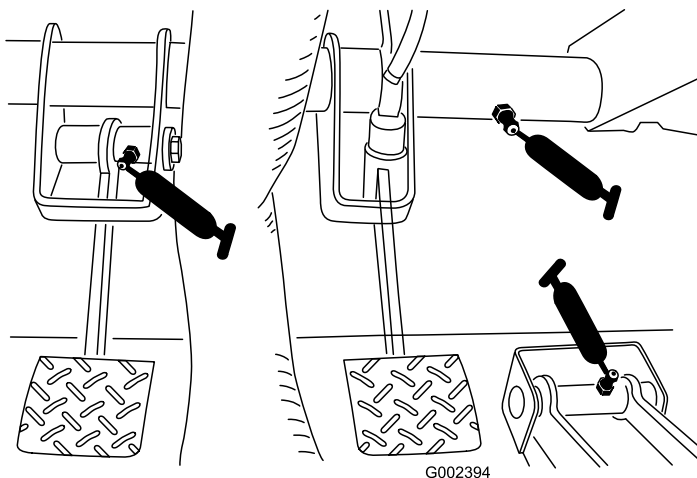

Figure 29
- **Embrayage (1);** voir Figure 29
- **Accélérateur (1);** voir Figure 29
- **Frein (1);** voir Figure 29